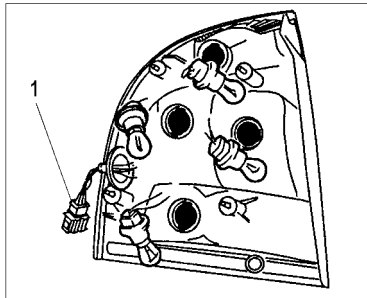

Рис. 52. Задний фонарь
- отсоедините колодку проводов 1 (рис. 52);